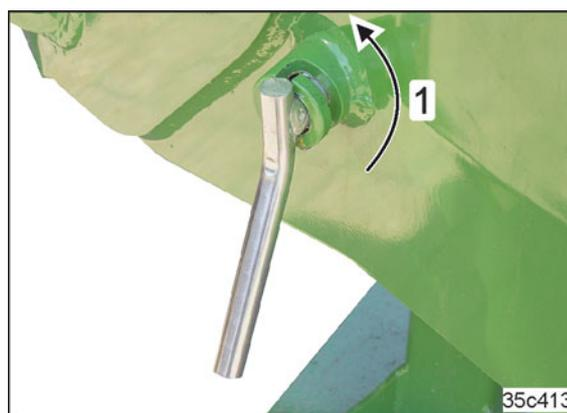

Fig. 139
- 5.1 Tourner le boulon bloqué (Fig. 139/1) de 180° jusqu'à ce que la douille de serrage (voir Fig. 141/1) se libère.
8. Bloquer le boulon en le tournant (voir Fig. 139)